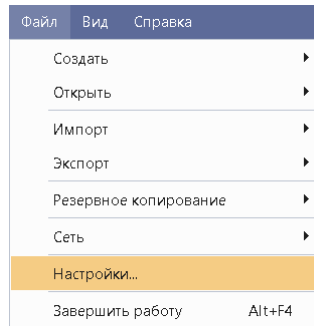

Рис.2 Переход к настройкам системы
1. Откройте настройки системы. Переход к настройкам осуществляется из главного меню программы, см. Рис. 2.